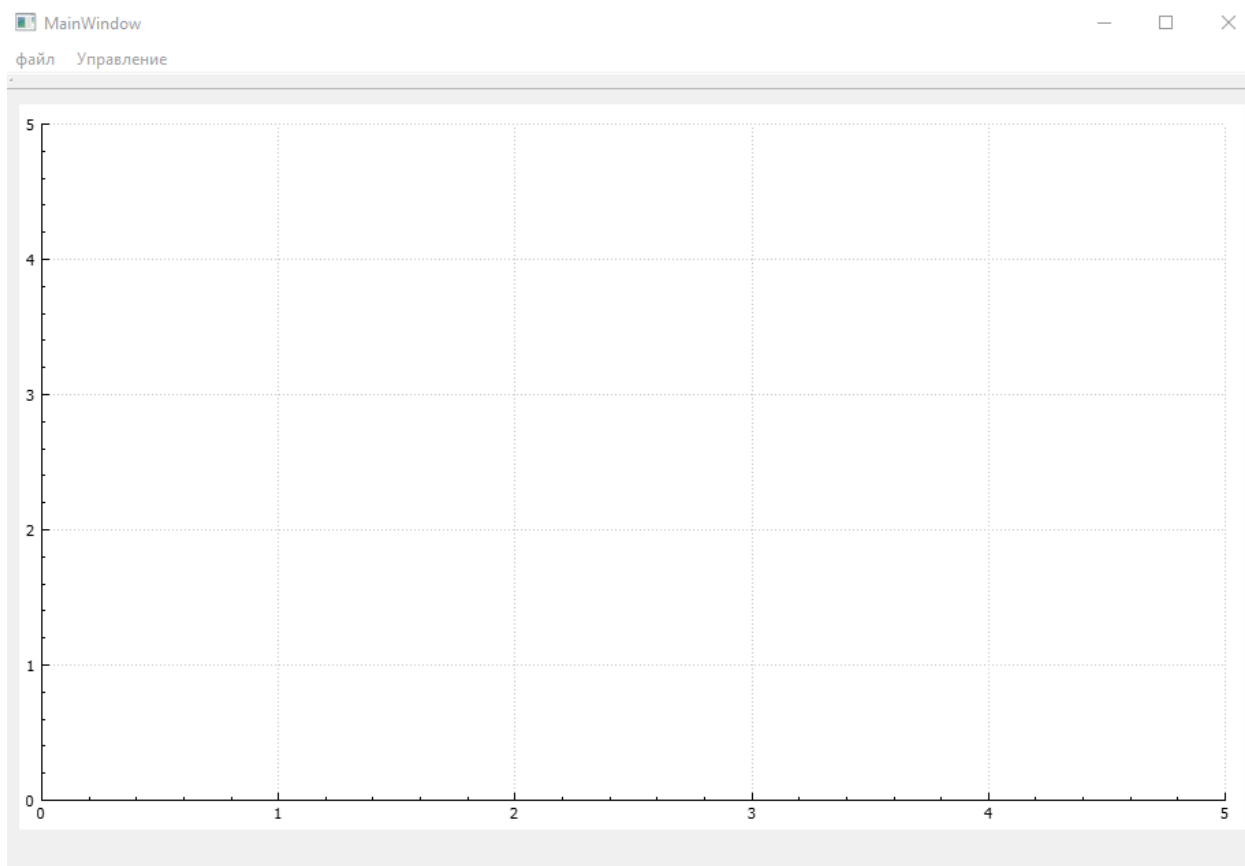

Рисунок 4 – Основное окно калькулятора нормативов ПДВ РВ
4) По завершению установки будет предложено запустить программу для ЭВМ «Калькулятор нормативов ПДВ РВ». Также ее можно запустить через созданный на рабочем столе ярлык «Калькулятор нормативов ПДВ РВ». После чего откроется основное окно программы для ЭВМ (см. рисунок 4).